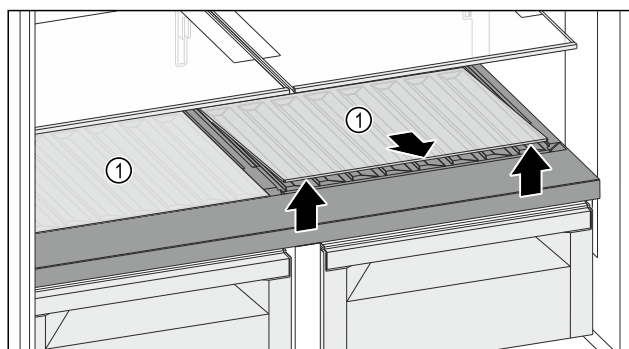

Fig. 120
- Jedną lub obydwie płyty szklane Fig. 120 (1) podnieść z przodu przy zagłębieniu i wyciągnięciu.
- Przechować płytę(y) szklaną(e) Fig. 120 (1) w bezpiecznym miejscu poza urządzeniem.